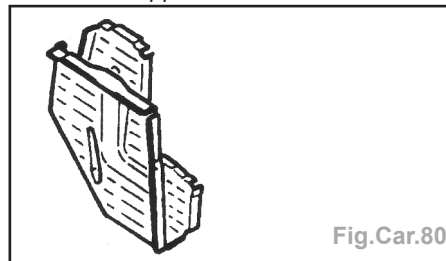

Fig.Car.80
- Pièce assemblée avec (Fig.Car.80) :